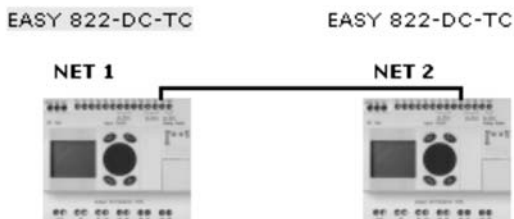

Рис. 8.34. Сетевое соединение программируемых реле
- Перетащить на рабочий стол второе устройство EASY 822-DC-TC. Прежде чем устройство будет принято необходимо выбрать номер версии устройства и ввести NET-ID (номер участника). Программа EASY-SOFT предлагает возможный NET-ID = 2, который надо подтвердить щелчком по кнопке **ОК**. Теперь EASY-SOFT создает сеть. Первое устройство автоматически получает номер участника NET-ID 1 и становится «главным устройством». Второе устройство, получившее номер участника NET-ID 2, автоматически становится подчиненным (рис. 8.34).